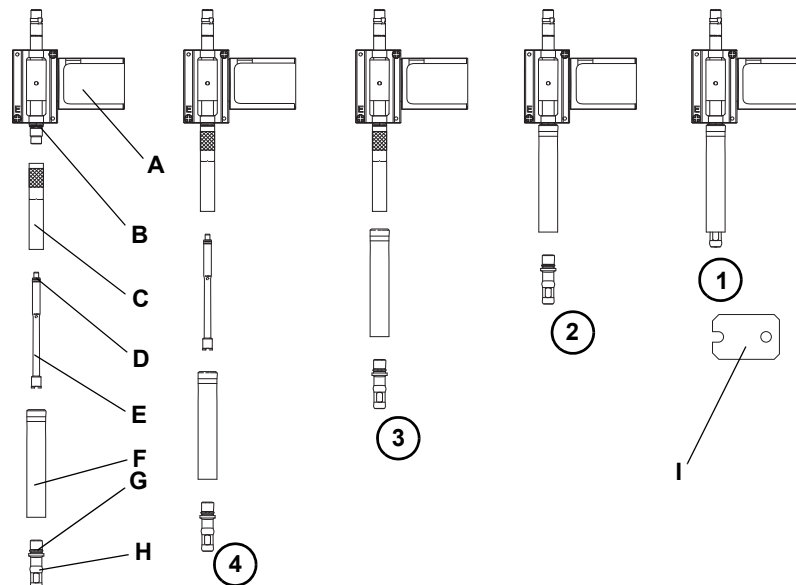

Fig. 7-11 Desmontaje/instalación del mecanismo de recogida de DiTi del Air LiHa
- 2 Sujete el tubo de expulsión de puntas y el adaptador de puntas mientras desenrosca el cono DiTi con la llave para conos DiTi suministrada (paso (1) y (2) en Fig. 7-11, 7-39).
- 4 Desmonte el tubo de expulsión de puntas (paso (3) en Fig. 7-11, 7-39).
- 5 Desatornille y desmonte el cilindro del adaptador y el tubo de aire (paso (4) en Fig. 7-11, 7-39).